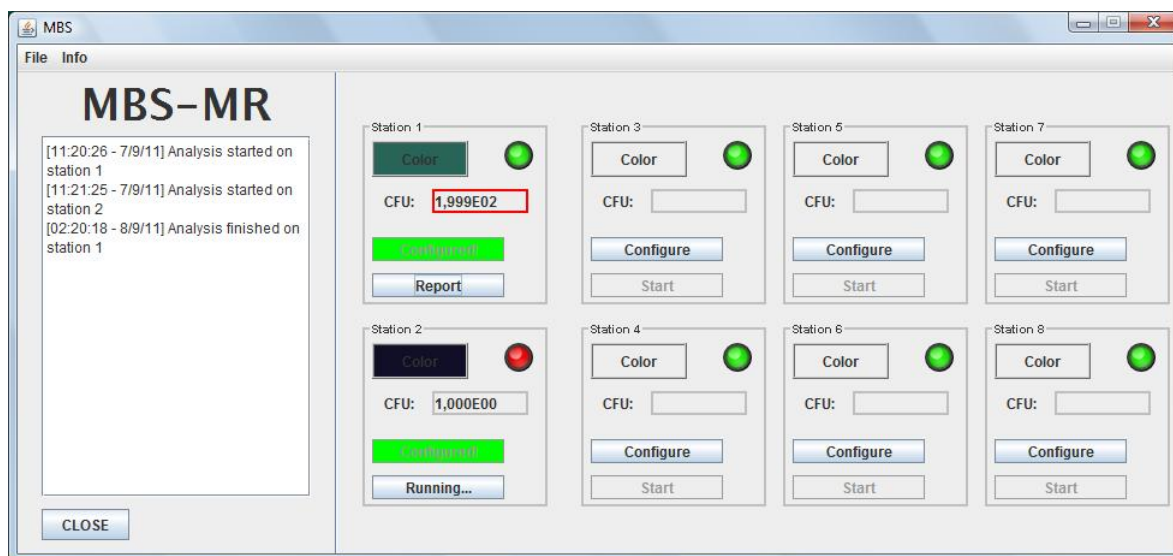
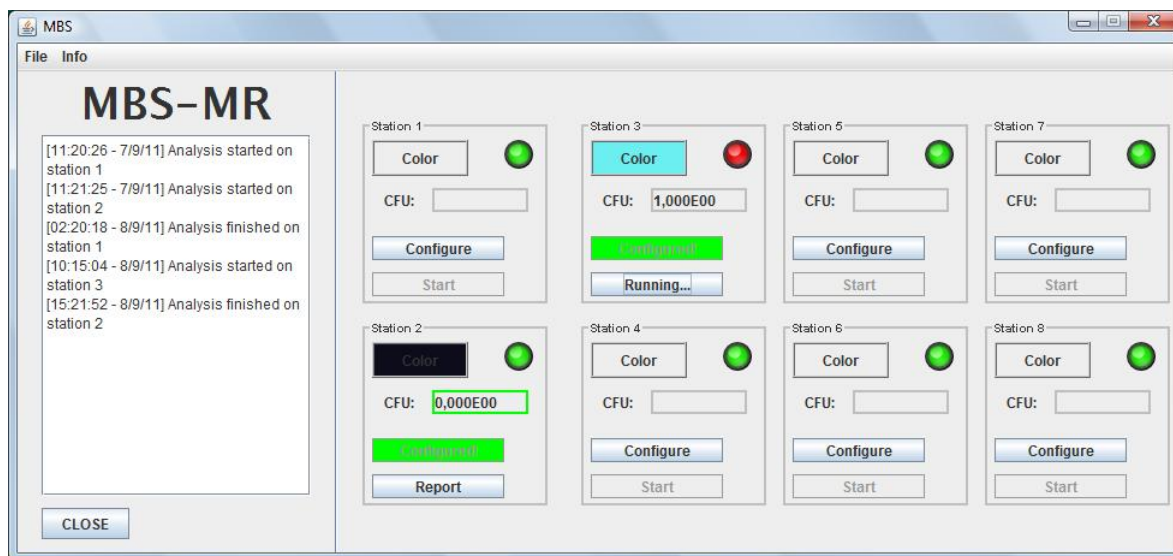

Fig. 21. MBS-MR – Esito positivo della stazione numero 1. Microrganismo presente, contaminazione pari a 1,999E2 CFU
Fig. 22. MBS-MR – Esito negativo della stazione numero 2. Microrganismo ricercato non presente, valore finale pari a 0,000E0 CFU
- **positivo** (presenza di microrganismi e quindi valore della contaminazione). In questo caso il valore di contaminazione relativo a una determinata postazione è fisso e bordato di rosso (fig. 21);
- **negativo** (assenza di microrganismi e quindi valore della contaminazione pari a zero). In questo caso il valore di contaminazione relativo a una determinata postazione è fisso, pari a "0,000E00" e bordato di verde (fig. 22);
- In entrambi i casi il semaforo della stazione torna a essere verde e il pulsante "Running..." cambia in "Report" (fig. 21 e fig. 22).